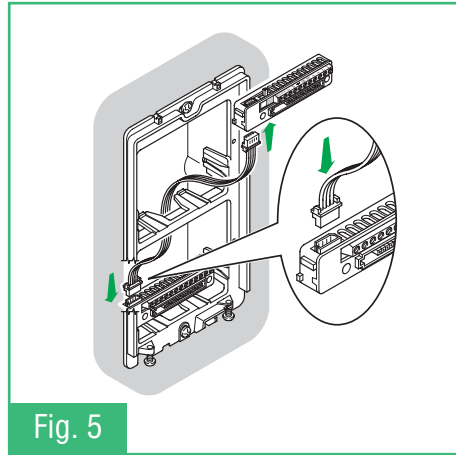

Fig. 5
- Fig. 5** Collegamento cavetto a 4 poli
- Fig. 5** Connection of 4-pole cable
- Fig. 5** Connexion cadre à 4 pôles
- Fig. 5** Aansluiting 4-polige kabel
- Fig. 5** 4-polige Kabelverbindung
- Fig. 5** Conexión del cordón de 4 polos